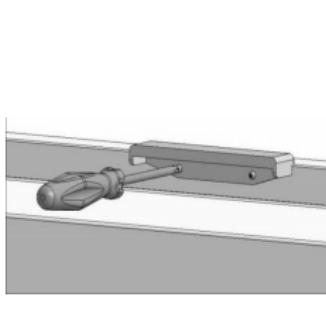

Fig. 5.1
-Pour faire fonctionner le convecteur au sol, installez la poignée et les supports comme indiqué sur les figures 5.1 ... 5.4. Installez le convecteur sur une surface horizontale.